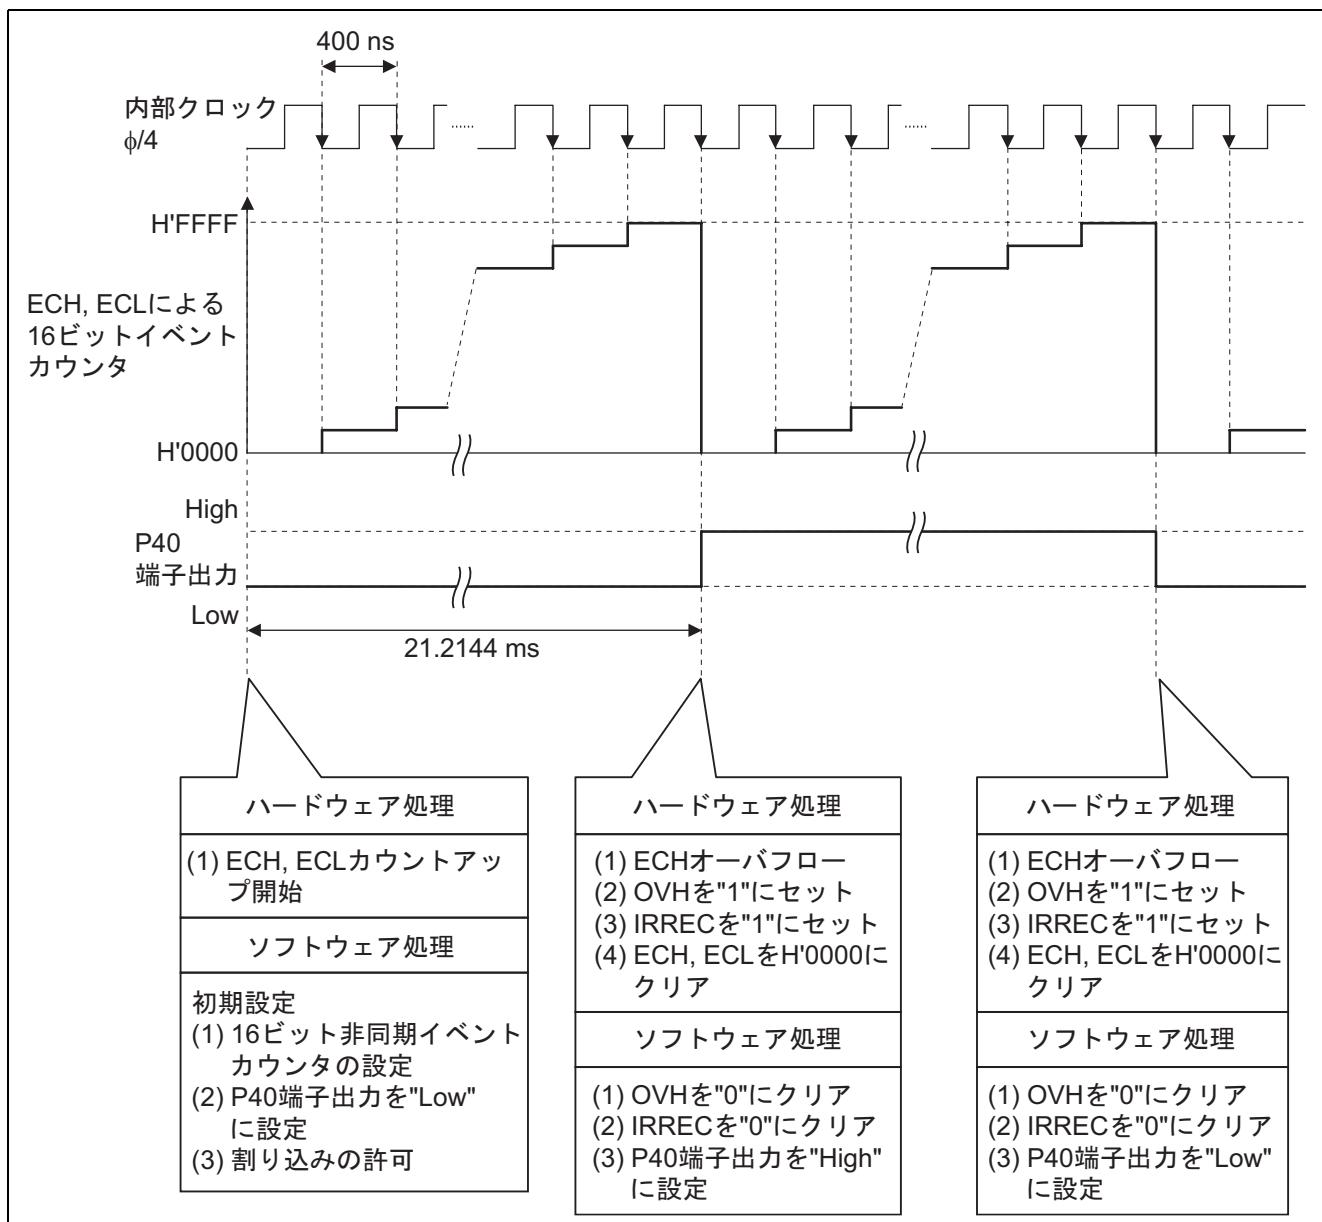

図 3 動作説明
- 図 3 に動作説明を示します。図 3 に示すようなハードウェア、ソフトウェア処理により、16 ビットモードによる非同期イベントカウンタ機能を使用して、16 ビットイベントカウンタのオーバフロー周期ごとに P40 端子の出力を反転します。